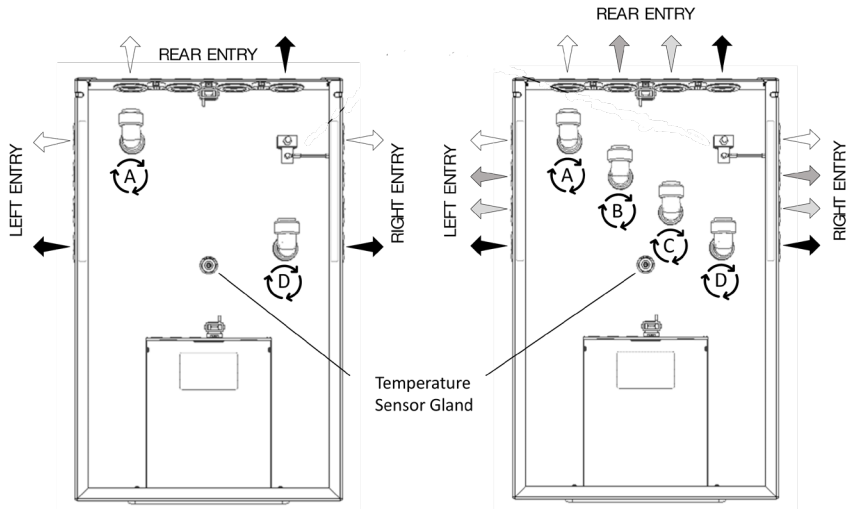

Figure 6 - Ports E du Flextherm Eco G2 (3-9E à gauche, 12E) à droite
(gauche, droite ou arrière) (Figure 6).
- Pour Pour Flextherm Eco 3E G2, 6E G2 & 9E G2 l'entrée d'eau froide doit être connectée à l'orifice A et la sortie d'eau chaude à l'orifice D (figure 6, côté gauche).
- Pour les produits Flextherm Eco 12E G2 , l'entrée d'eau froide doit être branchée sur les ports A et B et la sortie d'eau chaude sur les ports C et D (Figure 6, côté droit).